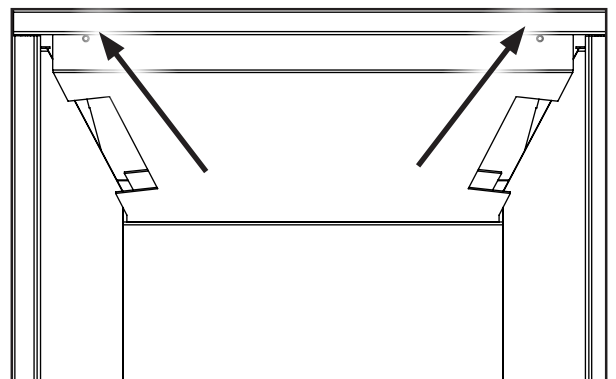

Figure 68: Vis de revêtement supérieures (revêtements en porcelaine uniquement).
8. *Revêtements en porcelaine uniquement* - Installez le panneau supérieur en porcelaine en le vissant au déflecteur du foyer comme indiqué sur la figure 68 à l'aide des vis fournies.